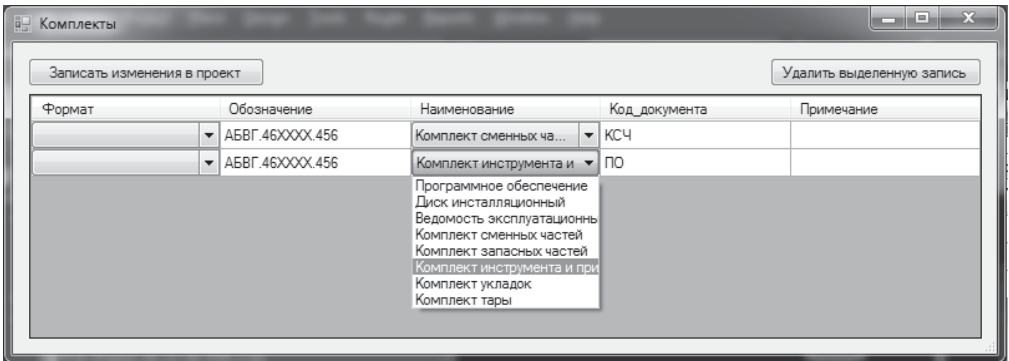

Рис. 11.11. Подготовка списка комплектов
□ **Kits** — подготовка списка изделий для включения в раздел спецификации «Комплекты». По этой подкоманде открывается диалоговое окно **Комплекты** (рис. 11.11), в котором следует: